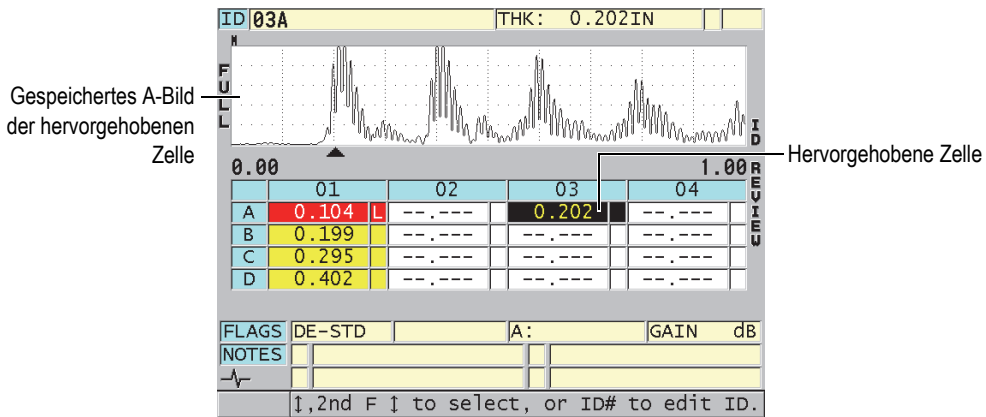

Abbildung 10-13 Hervorgehobene Zelle der DB-Matrix bei der ID-Überprüfung
3. Im ID-Überprüfungsfenster (siehe Abbildung 10-13 auf Seite 180):